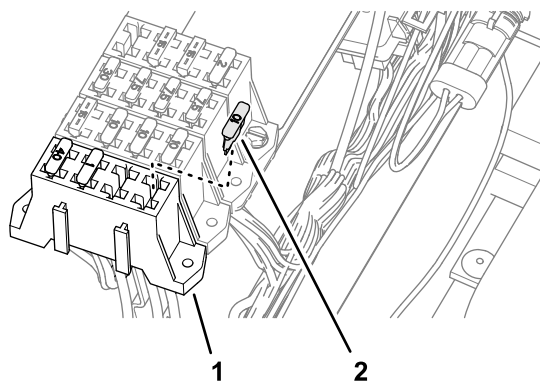

**Figura 99**
4. Ligue o terminal da cablagem do kit identificado com SWITCHED PWR no conector da lâmina para alimentação opcional do bloco de fusíveis (Figura 99).